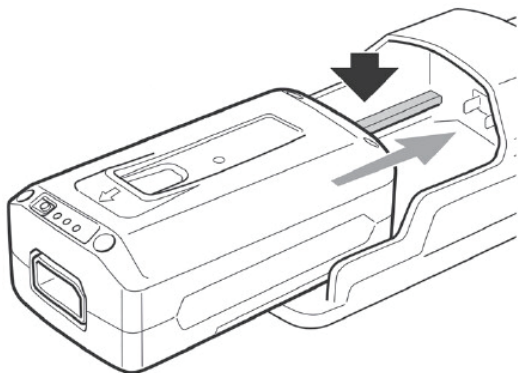

Fig 4
- Aligner la rainure du bloc-piles sur la nervure en saillie du logement d'outil et placer la pile dans l'outil. (Fig 4) Appuyez fermement sur la batterie pour s'assurer d'une bonne connexion.